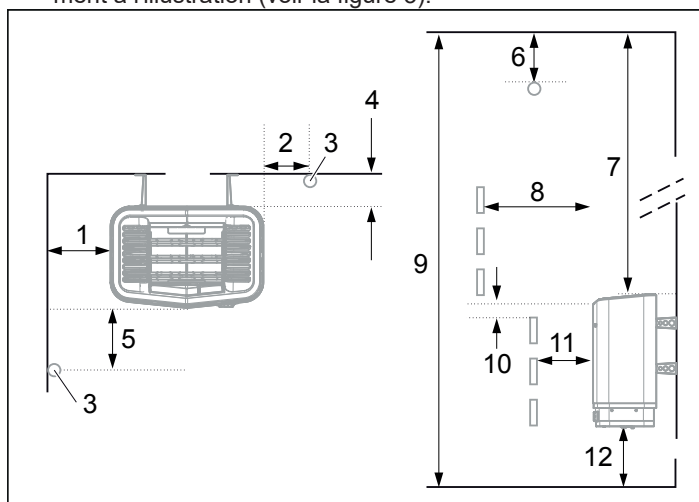
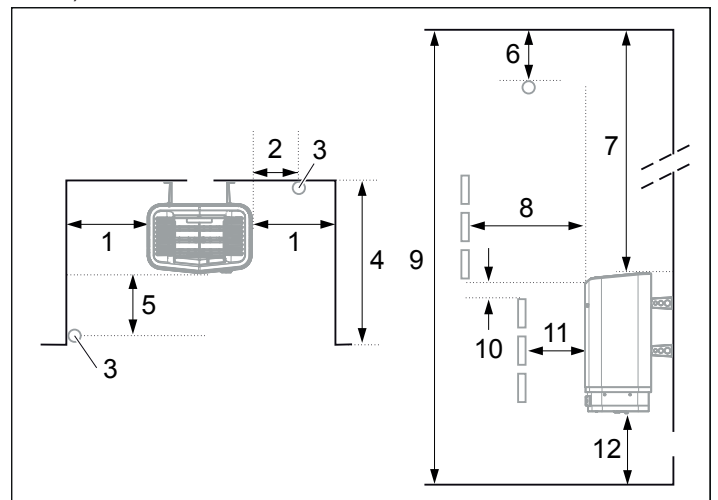

Fig. 3 : Emplacement du poêle – montage normal
Fig. 5 : Emplacement du poêle – montage en encastré dans une niche
- Planifier l'emplacement des capteurs (voir la figure 3 et la figure 5).
- sur le même mur que la porte (à titre exceptionnel, sur un mur adjacent, mais très près du passage de porte). Le poêle peut également être installé dans une niche (voir la figure 5).
- à une distance suffisante du sol, des parois latérales et des aménagements (voir la figure 5). Placer le capteur conformément à l'illustration (voir la figure 3).
1. Placer le poêle à une distance suffisante du sol, des parois latérales et des aménagements (voir la figure 5).
2. Placer le capteur conformément à l'illustration (voir la figure 5).